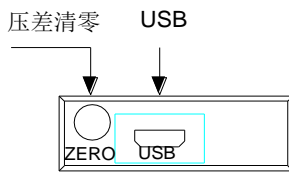
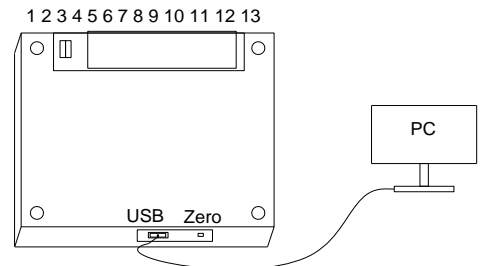
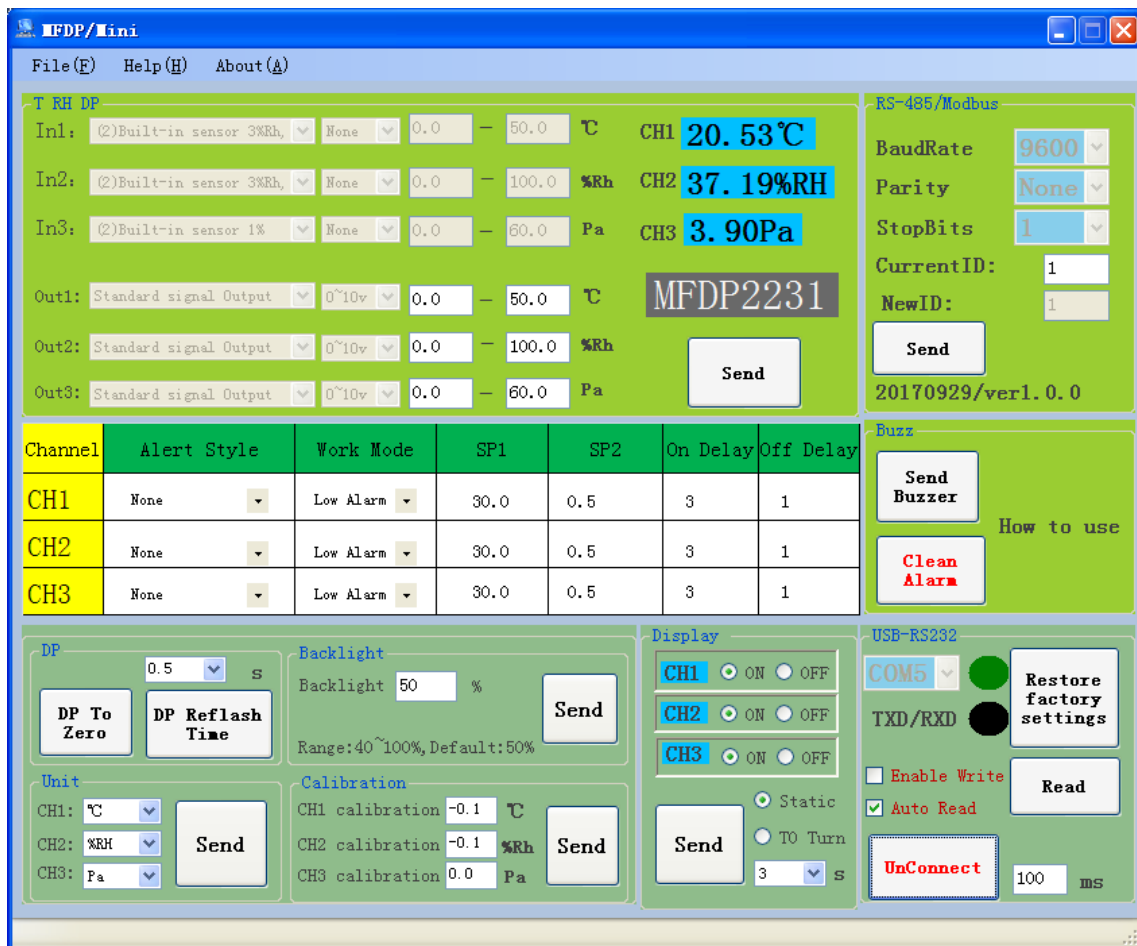

图 4
图 6
图 7
1. 压差清零按键用于对内置压差传感器进行清零操作，如图 4。操作前应保持“+”，“-”端连接，并长按 3 秒完成一次清零操作。
3. 通过电脑软件可以进行各类参数设置。上位机通过 USB 与本设备连接，如图 4 和图 6。软件运行界面如图 7，点击“Help”可以查看帮助文档。电脑端软件可通过公司官网下载，官网：www.teren.com.cn，路径：资源下载→工具与软件。